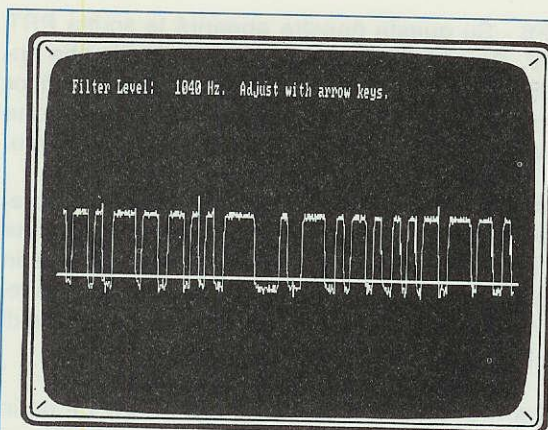
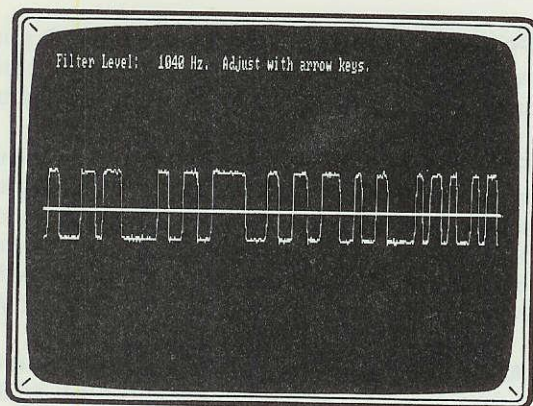

Fig.24 Il sistema più veloce per ricevere la RTTY è quella di sintonizzare il ricevitore in modo da vedere delle perfette onde quadre.
Fig.25 A questo punto, pigiando i due tasti freccia su o giù dovete portare la riga orizzontale al centro di queste onde quadre.
- Quando sul monitor vedrete apparire delle **onde quadre** perfette (vedi fig.24), premete i tasti **freccia su** o **freccia giù**, in modo da portare al centro di queste onde quadre la **riga orizzontale** di riferimento (vedi fig.25).